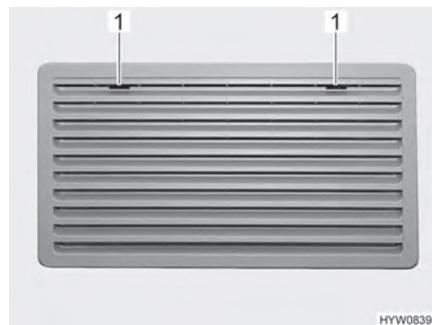
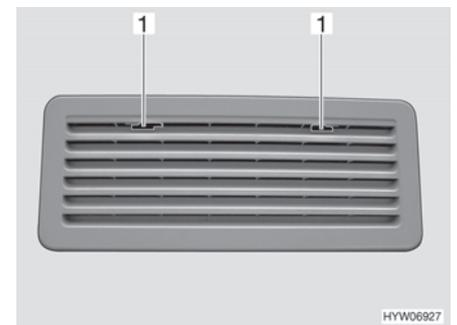

Fig. 121 Grille d'aération du réfrigérateur (Thetford, grande)
Fig. 122 Grille d'aération du réfrigérateur (Thetford, petit)
- Pousser le dispositif de blocage (Fig. 121,1 ou Fig. 122,1) vers le milieu.